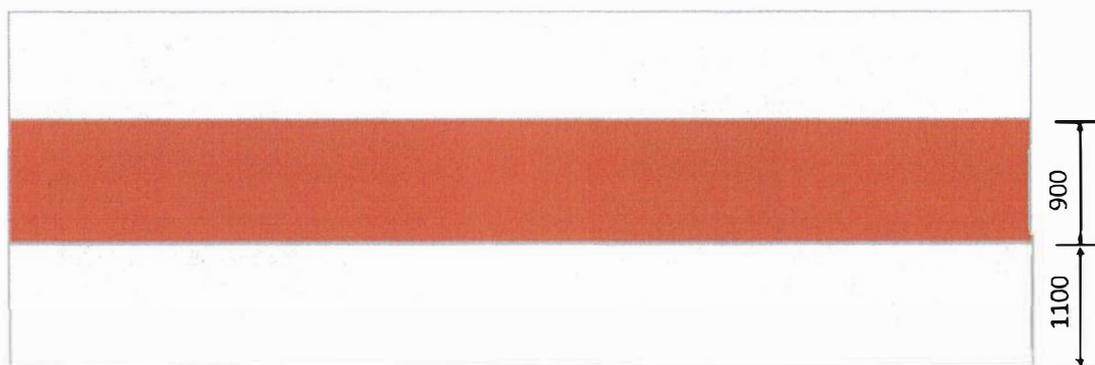
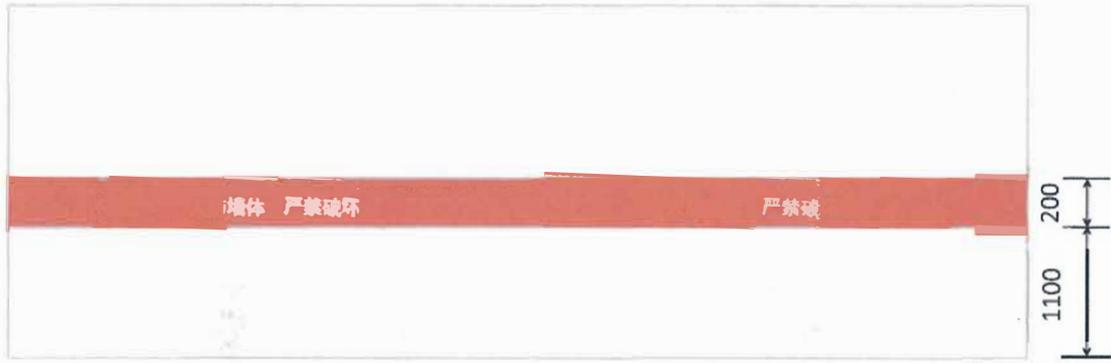

图4 应配建区墙体标识样式及尺寸示例
图 5 应配建区墙体标识样式及尺寸示例
2. 应配建区墙体应涂刷色带进行标识。区域围护面积大于等于 200 m^2 时，墙体标识样式及尺寸示例见图4。区域围护面积小于 200 m^2 时，标识样式及尺寸示例见图5。字体应为国标黑体，高度宜为 140mm ，颜色应为白色。